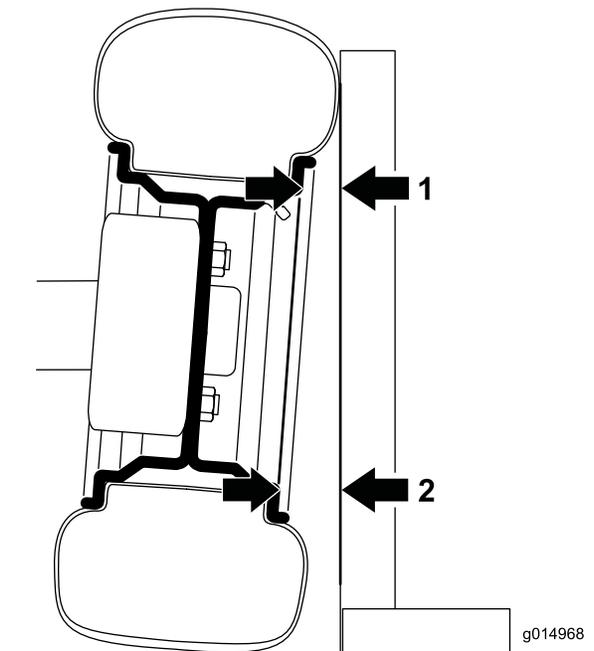

Figura 30
1. Para comprobar la caída, coloque una escuadra de 90 grados en el suelo con el borde vertical contra la cara del neumático (Figura 30).
2. Mida desde la misma zona de la llanta en la parte superior e inferior del neumático hasta la escuadra (Figura 30).